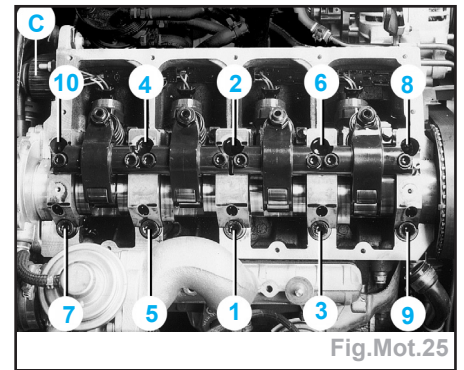

Fig.Mot.25
- Desserrer les vis de fixation de la culasse dans l'ordre inverse du serrage prescrit puis les dégager (Fig.Mot.25).
- Serrer les vis de culasse en respectant l'ordre et le couple de serrage prescrits (Fig.Mot.25) :